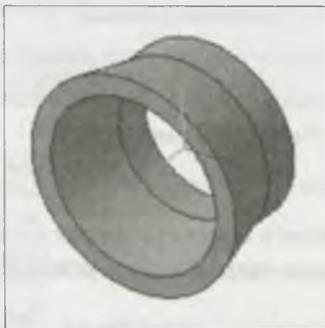

Рис. 19.14. Модель в режиме **Полутоновое с каркасом**
- ♦ для создания трехмерной модели нажмите ЛК мыши кнопку **Создать объект** на панели **Параметры**. На экране появится созданная модель (рис. 19.14) в режиме отображе-